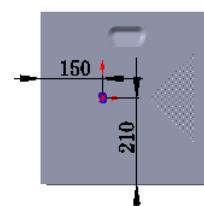

图 17.12.46 草图 (三)
- (4) 编辑草图 (三)，如图 17.12.46 所示。退出草图环境，完成成形特征 3 的创建。